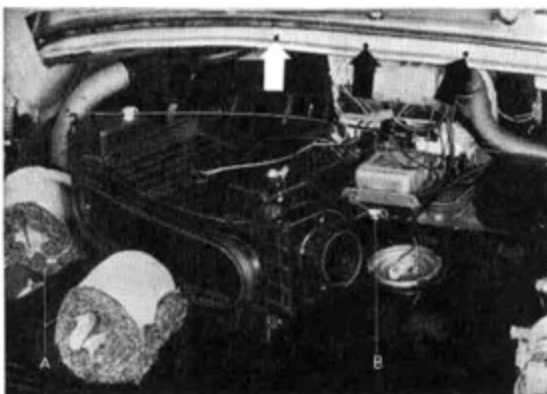

Bild 3
- 3 – Frischluftkasten für Gebläse ausbauen (siehe Bild 3). Drei Blechschrauben lösen (siehe Pfeil) und eine Schelle (B) abschrauben. Die Stoffschläuche lassen sich aufknöpfen.